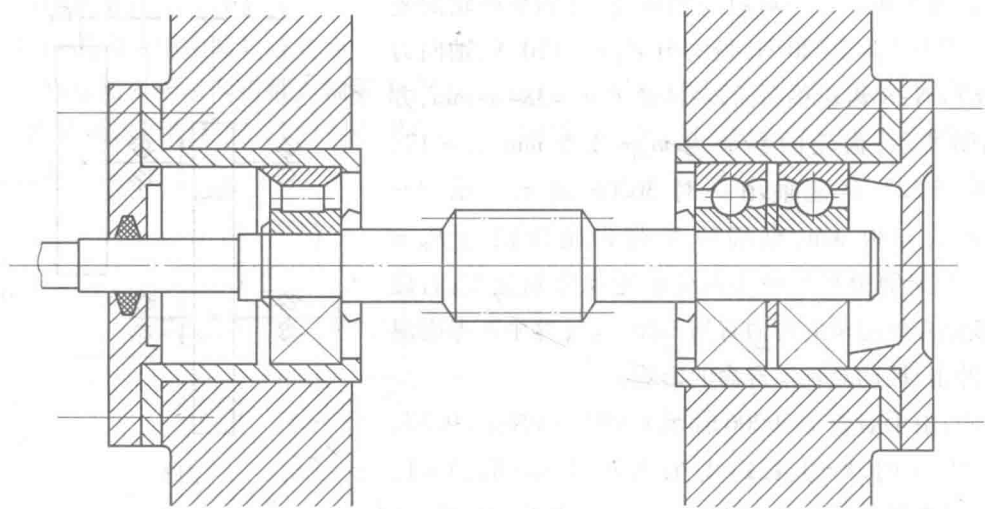

图 7
2. 如图 7 所示为蜗杆轴的轴承组合结构, 一端采用一对正装的角接触球轴承, 另一端采用圆柱滚子轴承。试指出错误所在, 并重新绘出正确的结构。